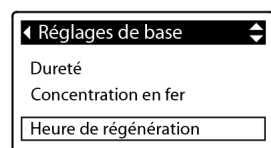

FIG.35
3. Appuyez sur SELECT (O) pour afficher le menu **Réglages de base** (Figure 35).
7. Appuyez sur SELECT (O). L'affichage reviendra au menu **Réglages de base** (Figure 35).